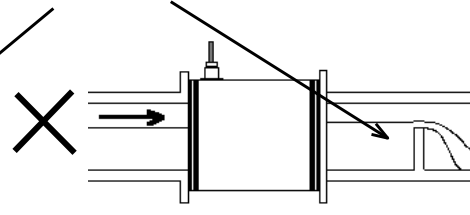

図 17．下流に堰がある場合
- (d) 下流部に立ち上げ部や堰などがある場合。図 17.